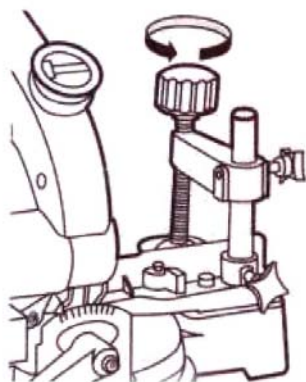

Рис. 14
4. Зажмите заготовку, затянув головку (рис. 14).